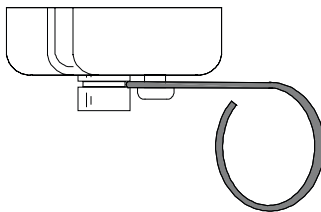

图 20 锁定绝热套
- 3 把弹簧放入进样口衬管的凹槽。取下柱螺帽，并把无孔垫圈放在一边，如图 20 所示。